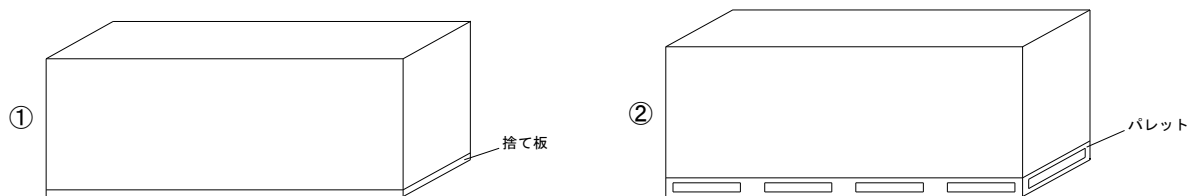

図1 タイガーEXハイパー保管概略図
- ・タイガーEXハイパーなどの保管は、波打ちや反りを防止するため高さのそろった台上にボードの縁が台からはみ出ないようにしてください（図1参照）。また、各山の一番上のボードは裏面を上面とし、タイガーEXハイパーを屋外で保管する場合は、必ずパレット積みとしてください。